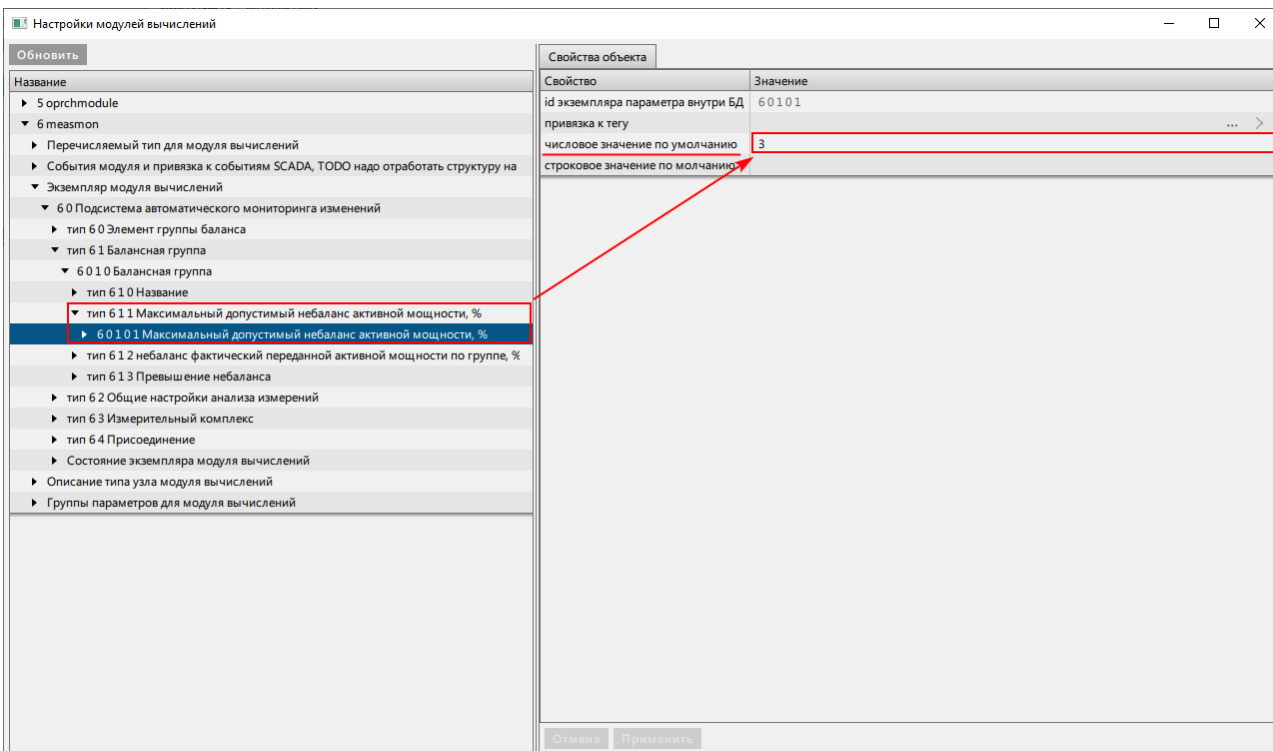

Рисунок 446 - Максимальный допустимый небаланс активной мощности
7. Раскройте узел **тип 6 1 1 Максимальный допустимый небаланс активной мощности, %** и напротив строки **числовое значение по умолчанию** задайте значение параметра (по умолчанию – 3%) (Рисунок 446).